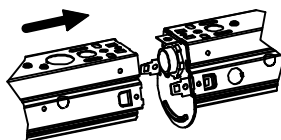

Fig 7A: Row Connexion Monter
- 3) Insérez l'ensemble pour rejoindre la fin de l'appareil. Glisser vers le côté de l'appareil sur l'assemblage comme indiqué sur la figure 7A ou 7B si vous utilisez un accessoire FSSJ.